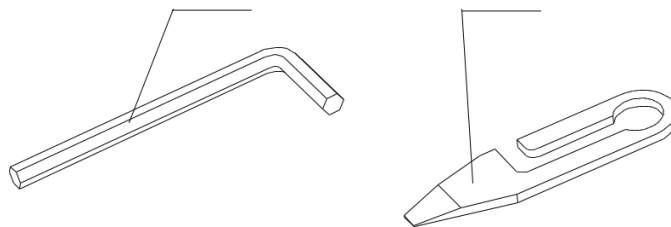

Abbildung 5: Gesamtansicht der Schraubenschlüssel
Die Schraubenschlüssel sind für die Grundeinstellung des Visiers und für die Befestigung des Visiers an einer Waffe vorgesehen. Eine Gesamtansicht der Schraubenschlüssel ist in Abbildung 5 dargestellt. Der Schraubenschlüssel (1) ist für die Befestigung des Visiers an der Waffe bestimmt. Der Schraubenschlüssel (2) ist für die Bedienung der Einstellmechanismen vorgesehen. Die Tasche ist für den Transport und die Aufbewahrung des Visiers vorgesehen. Das Putztuch ist für die Reinigung der optischen Komponenten bestimmt.
- mit Schraubenschlüssel (1) (Abbildung 5) die Muttern (16) (Abbildungen 1, 2) für 2-3 Umdrehungen gegen den Uhrzeigersinn lösen
- Ziehen Sie die Muttern (16) mit dem Schraubenschlüssel (1) fest, um einen festen Sitz zu gewährleisten
- Schrauben (11) und (14) lösen
- Halten Sie die Mutter (13) der Verstelleinheit (15) fest, drehen Sie das Handrad der seitlichen Korrekturen (15) so, dass die «0» der Verstelleinheit mit dem Index übereinstimmt.
- Halten Sie die Mutter (12) der Verstelleinheit (10) fest, drehen Sie die Verstelleinheit der Höhenverstellung (10) so, dass die «0» der Verstelleinheit (10) mit dem Index übereinstimmt.
- Die Schrauben (11) und (14) alsdann mit dem Schraubenschlüssel (2) festschrauben (Abbildung 5).
Hinweis: Um das Absehen wieder in seine ursprüngliche Position zu bringen, die der vom Hersteller eingestellten Null-Ziellinie entspricht, ist folgender Ablauf notwendig: Schrauben (11) lösen, Mutter (13) festhalten, die seitliche bzw. Höhen-Verstelleinheit (15,10) so drehen, dass die roten Markierungen an ihren Enden übereinander liegen, Schrauben (11,14) mit dem Schlüssel (2) anziehen (Abbildung 5)